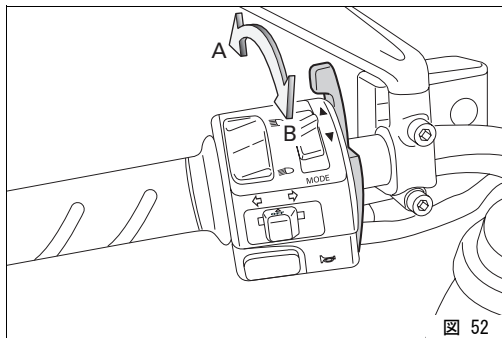

図 52
- 2) チョークレバーを (B, 図 52) の位置に動かします。
5) その後、エンジンが徐々に暖機されたら、チョークレバーを徐々に縦位置 (A、図 52) に動かします。エンジンが定常温度に達していれば、チョークレバーを完全に閉じてもアイドル回転数に保たれます。